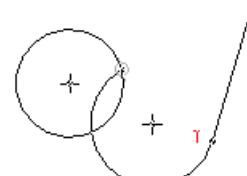

图 4.11.19 圆弧与直线相切
- 如图 4.11.19 所示, 红色的 T 表示圆弧与直线相切。